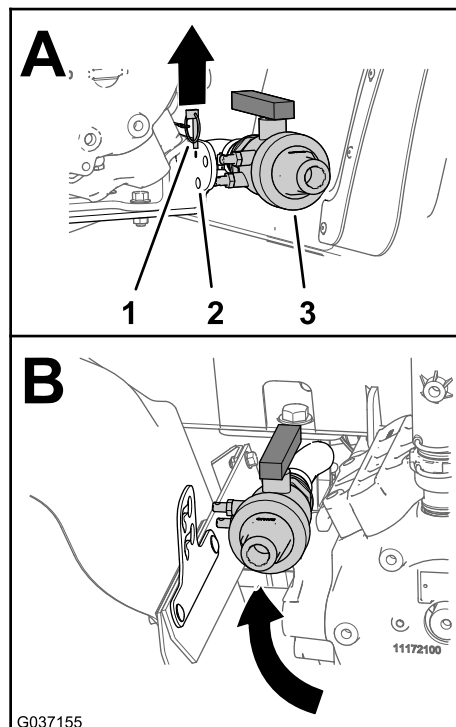

图11
1. 卸下将排水阀固定到打药车泵支架上的保险销 (图11)。
2. 将排水阀移到左后挡泥板与打药车泵之间 (图11)。